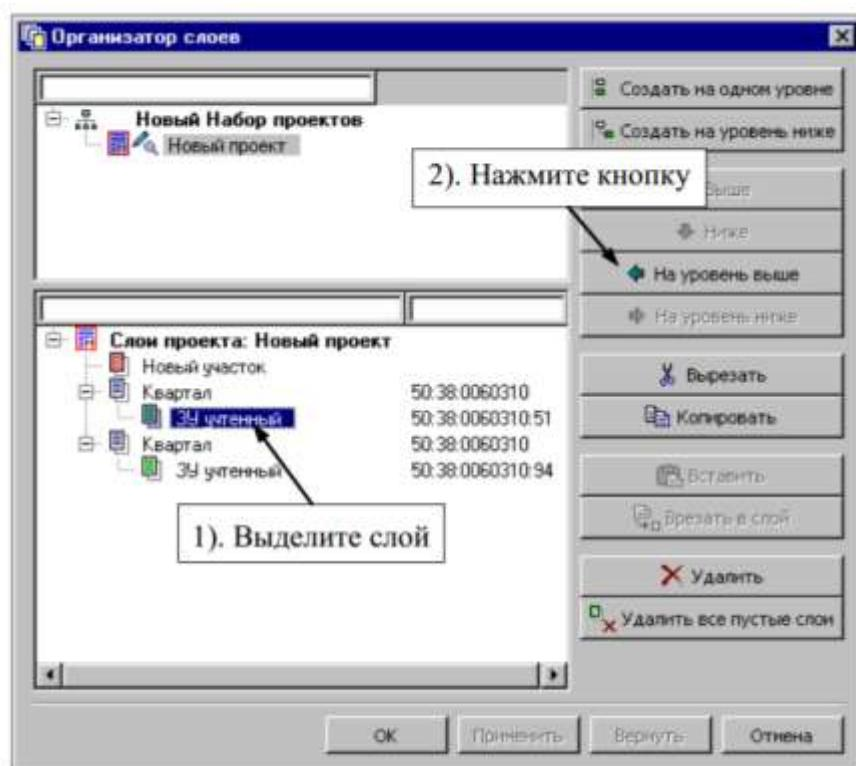

Рисунок 31– Организатор слоев
- В открывшемся диалоге **Организатор слоев** выделите сначала слой/объект ЗУ Ученный, например с кадастровым номером (КН) 50:38:0060310:51 и активизируйте кнопку **На уровень выше** (рис. 31)